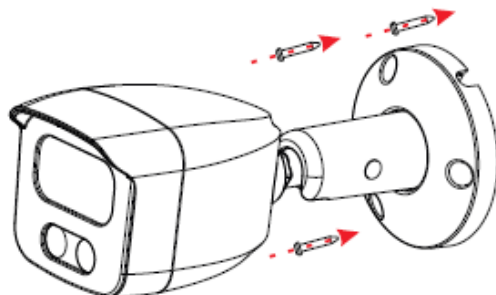

Рисунок 2
- Закрепите видеокамеру к стене, используя саморезы из состава комплекта винтового крепления (рисунок 2).